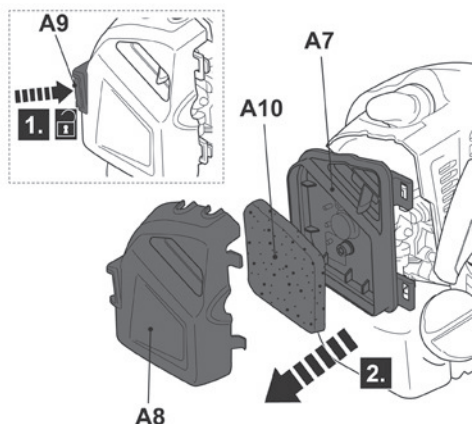

Fig. 76
- > Inspeccione o filtro de ar regularmente. Substitua por um novo se necessário (Fig. 76).